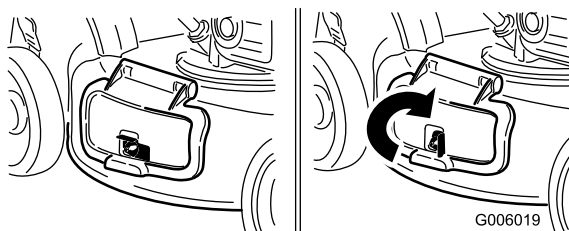

Figura 32
**Importante:** Bloquee la puerta de descarga lateral después de cerrarla (Figura 32).